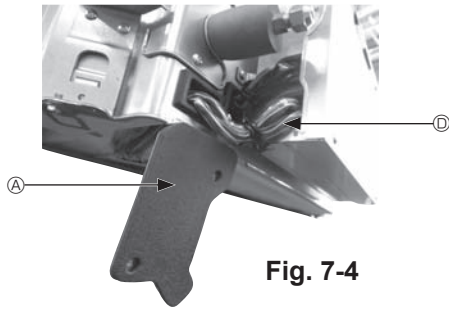

Fig. 7-4
- ① Retire os dois parafusos que seguram a tampa dos fios da unidade principal e, em seguida, abra a tampa.
- ② Passe os fios do i-See sensor e do recetor de sinais pelas entradas de fios na caixa dos componentes elétricos, tal como exibido no diagrama, e à volta dos casquilhos existentes na parte lateral da unidade principal. (Fig. 7-4)